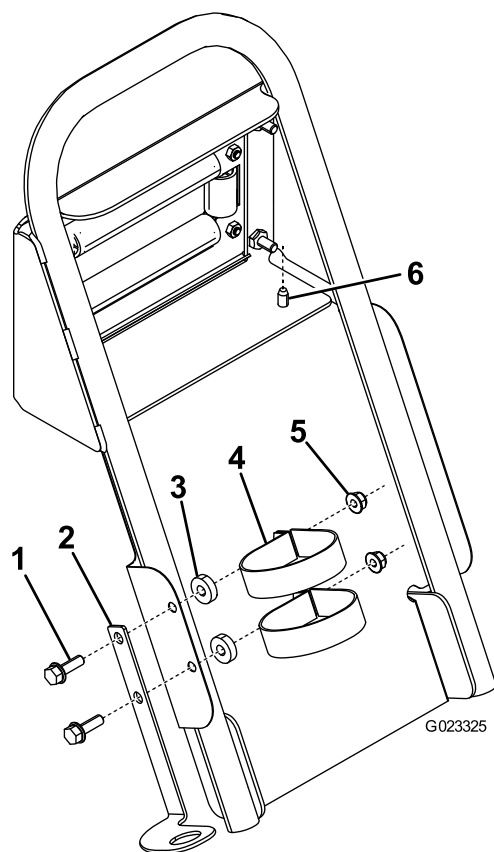

Figure 9
7. Fixez le haut du pare-boue à la poignée au moyen de 2 vis autotaraudeuses (Figure 9).
8. Fixez le support du pistolet pulvérisateur au pare-boue comme montré à la Figure 9.